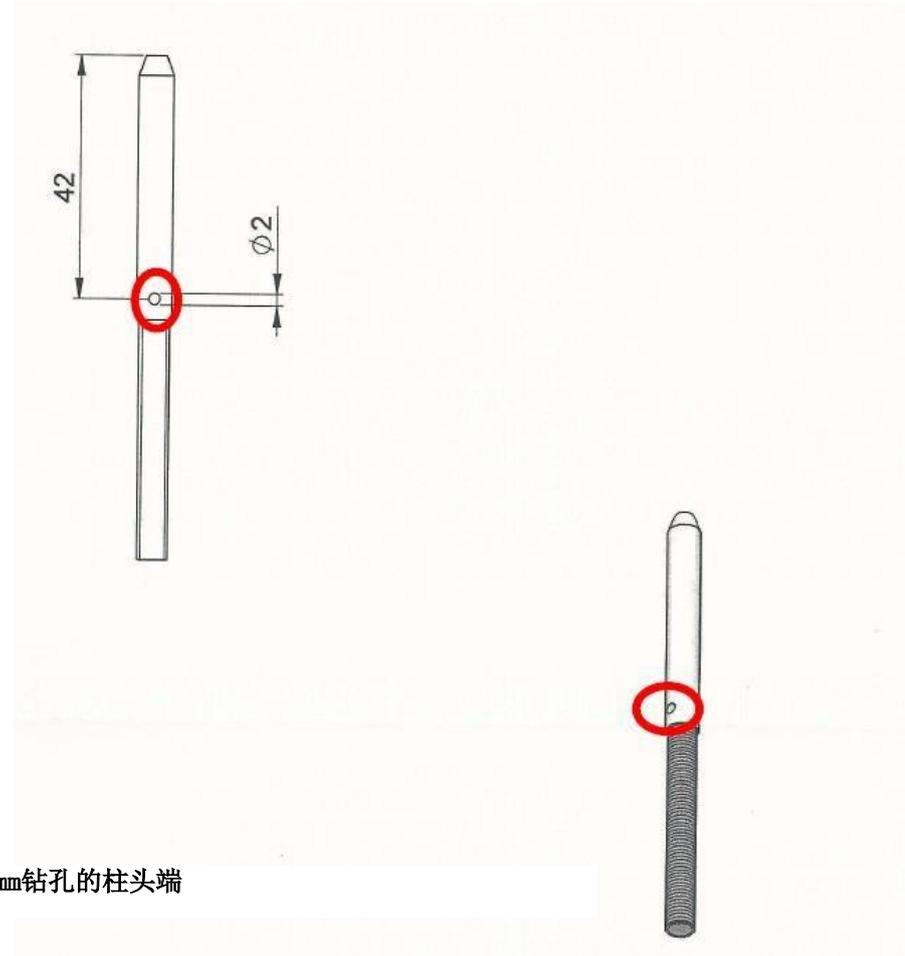

图1: 带2mm钻孔的柱头端
- 3 矫正: (如有必要,可按照图纸所示(见图1)在钢索末端上钻一个1.5-2mm直径的小孔)注意小孔要居中。